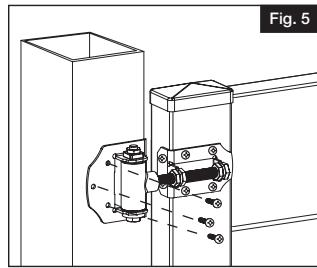

Fig. 5
Set the gate level to the post and mark pilot holes on the gate post. The slotted screw holes on the inside of the post attachment allow for vertical adjustment. It is recommended to pre-drill and install the inside screws before installing the front screws. (6) #2 square/phillips combo screws per hinge (3 on front of hinge and 3 on side) (Fig. 5 & 6).
Mettre la barrière au même niveau que le poteau, puis marquer l'emplacement des avant-trous sur le poteau de barrière. Les trous des vis en fente à l'intérieur de l'attachement du poteau permettent un réglage vertical. Il est recommandé de percer des avant-trous et de fixer les vis à l'intérieur avant de fixer les vis à l'avant. Installer (6) vis autotaraudeuses no 2 à tête carrée/Phillips par charnière, soit 3 sur le devant et 3 sur le côté (Fig. 5 et 6).